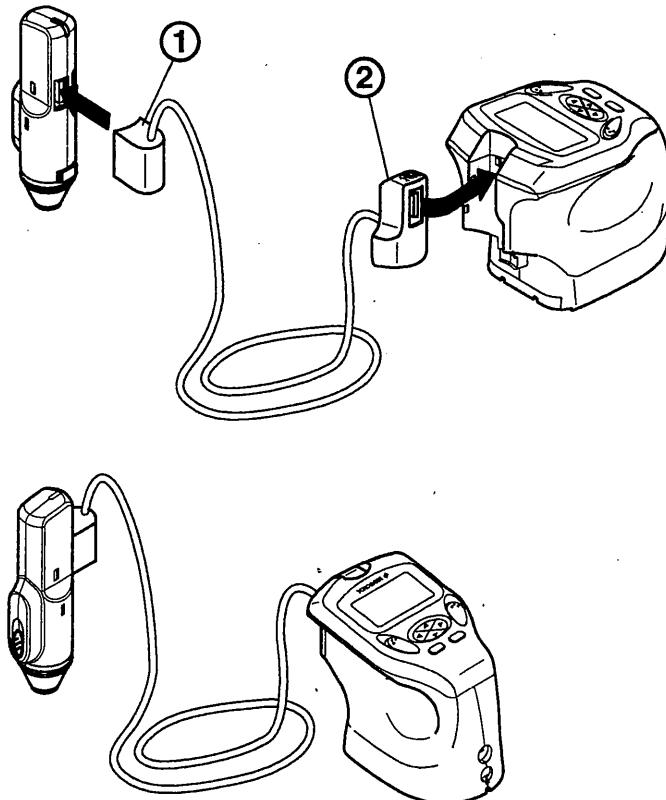

図2.3.1
『手順2』 図2.3.1の①をセンサ部のコネクタに接続します。
『手順3』 図2.3.1の②を本体前面のコネクタに接続します。接続後電源を投入し正常に動作することを確認してください。